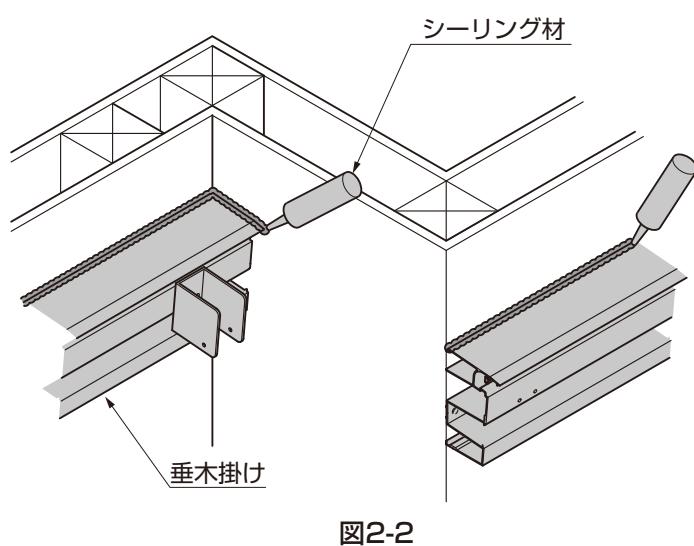

図2-2
- ②垂木掛けにシーリングをしてください。(図 2-2 参照)